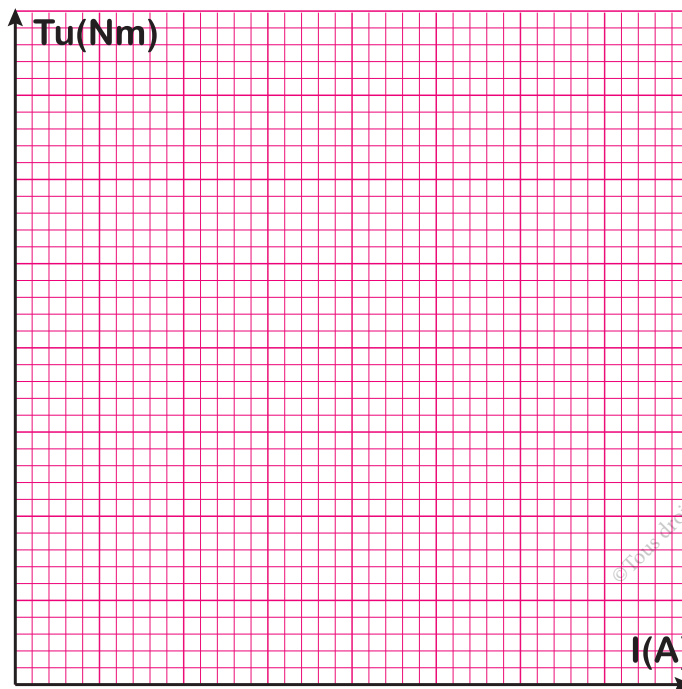

Figure 14
3.1. Tracer sur la figure 14, la caractéristique du couple T_u (Nm) en fonction du courant absorbé par l'induit.